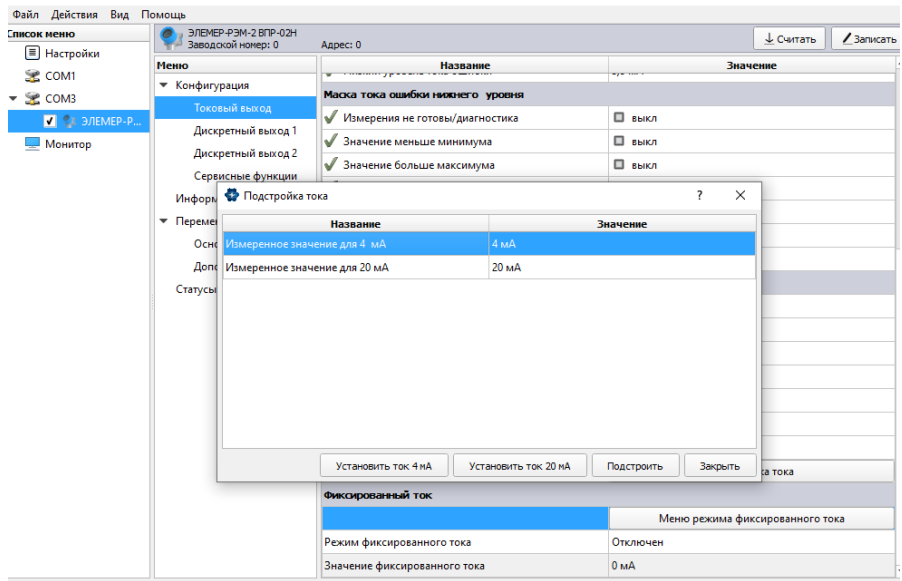

Рисунок 2.24 – Окно «Подстройка»
2.7.6.4 Окно «Подстройка тока» (рисунок 2.24) предназначено для выполнения процедуры подстройки нижнего и верхнего предела унифицированного выходного сигнала силы постоянного тока.